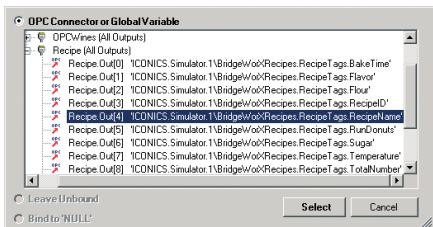

Рис. 55. Установка связи с тегами OPC
12. Нажмите кнопку **<...>** под столбцом **Bind To** (Связать с) и выберите пункт **OPC Connector** – **Recipe.[Out 4] 'ICONICS.Simulator.1\BridgWorX Recipes.RecipeTags. RecipeName'**, как показано на рис. 55. Нажмите кнопку **Select** (Выбрать).